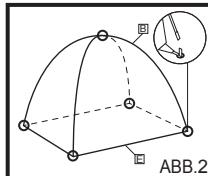

ABB.2
3. Richten Sie das Innenzelt <E> und schieben Sie die Enden der Pfosten in die Eisenstangen, die sich an jeder Ecke des Innenzeltes <E> befinden. (ABB.2)
4. Befestigen Sie das Dach des Innenzeltes <E> mit den angenähten Bändern an den Pfosten. (ABB.2)